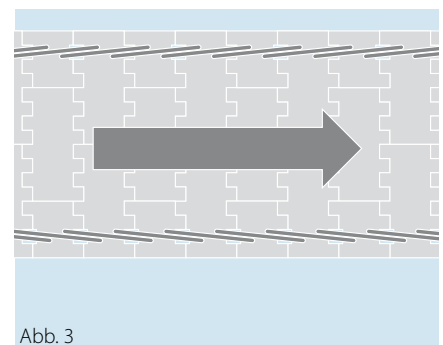

Abb. 3
- Seitenplatten richtig überlappen lassen (Abb. 3).